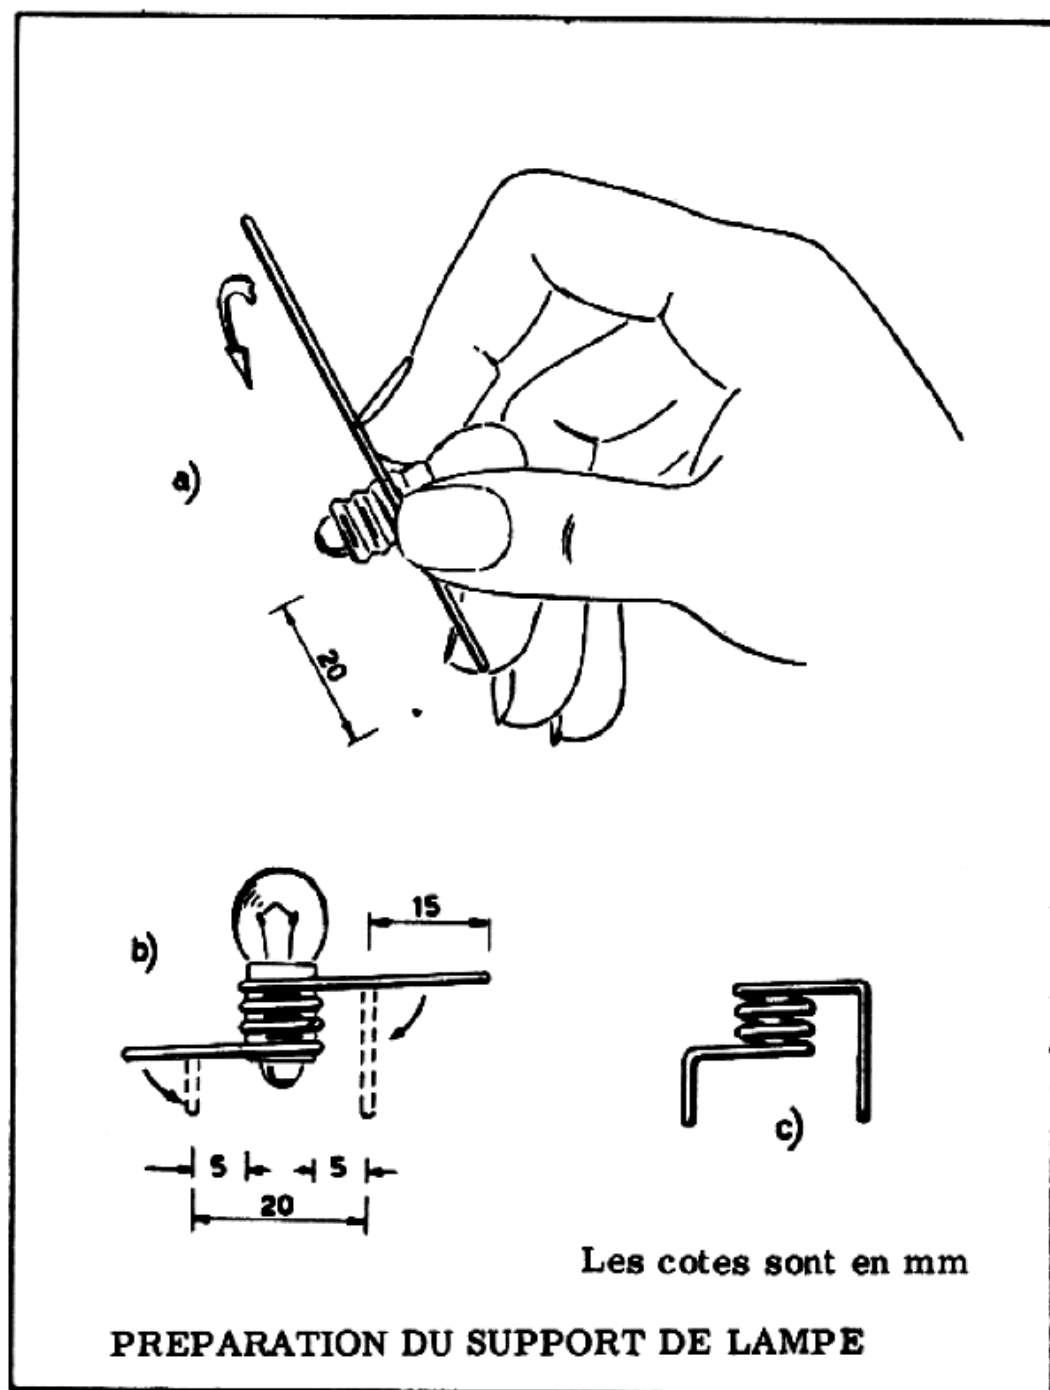

Figure 6
Pour réaliser cette opération, tenez serrés la lampe et l'extrémité du fil entre l'index et le pouce de la main droite (*figure 6 - a*). Avec l'autre main, enroulez le fil de cuivre en suivant le filetage ; le sens de l'enroulement est montré sur la *figure 6 - a*. Effectuez 3 tours complets du fil de cuivre sur la virole.
c) Repliez vers le bas – à une distance de 5 mm environ du corps de la lampe – les deux extrémités du morceau de fil (*figure 6 - b*) ; la distance entre les deux extrémités repliées sera d'environ 20 mm.
La *figure 6 - c* montre l'aspect qu'aura le support terminé.